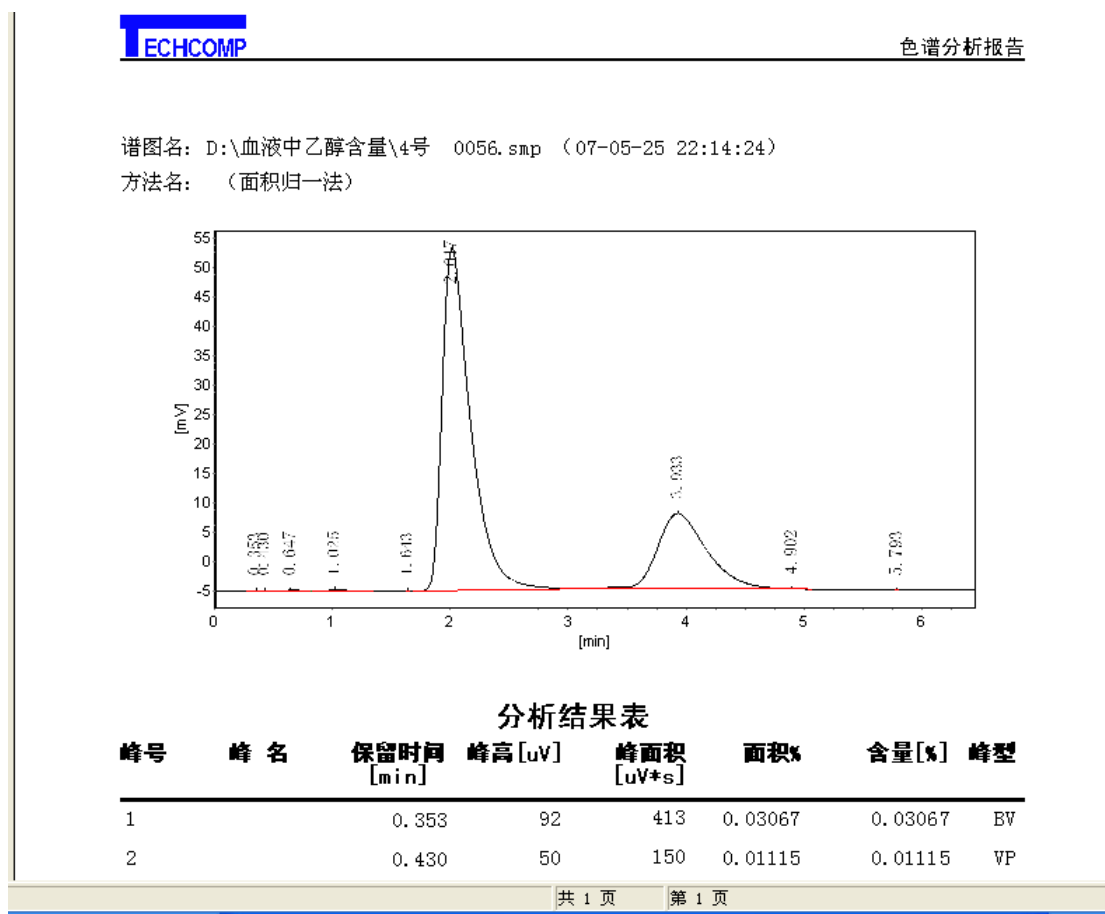

图 3-40
- (4) 点击“ 确定”，即可自动生成完整的“报告页面”如图 3-40 所示：